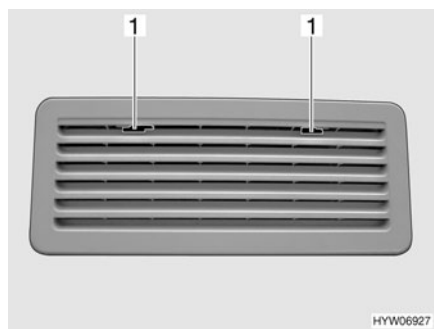

Fig. 126 Grille d'aération du réfrigérateur (Thetford)
- Pousser le dispositif de blocage (Fig. 126,1) vers le milieu.